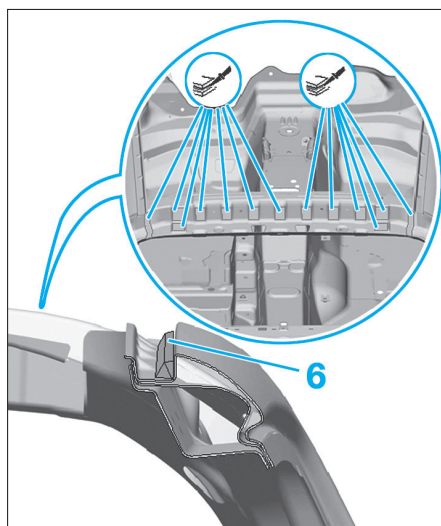

FIG. 113
- Remplir la zone (6) de colle bicomposant pour carrosserie à l'aide du pistolet à cartouche double (Fig.113).